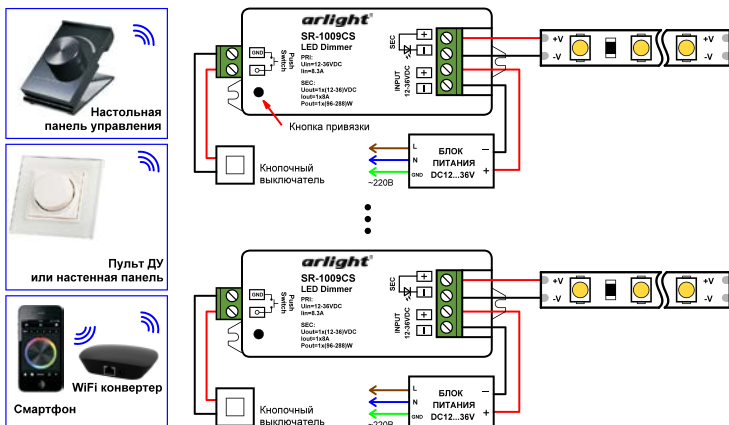

Рис.2. Схема подключения оборудования на примере диммеров SR-1009CS
- 3.3. Подключите источники питания, диммеры или контроллеры и светодиодную ленту (подробнее, см. инструкции к используемому оборудованию). Пример подключения диммеров приведен на Рис.2.